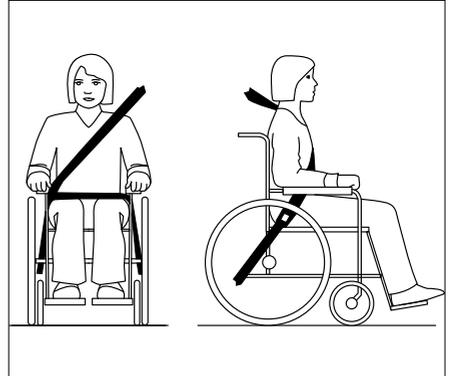

Abbildung 41
- Die richtige Gurtführung geht aus Abbildung 41 hervor.